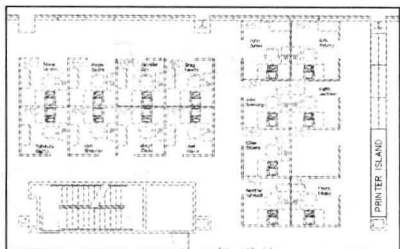

图 1.1.1 使用 AutoCAD 绘制的二维图形
(1) 绘制二维图形。二维图形由点、线、圆、弧等基本二维图形组成,在 AutoCAD 的“绘图”菜单中提供了绘制各种基本二维图形的工具,利用这些工具可以绘制直线、构造线、多段线、圆、矩形、多边形、椭圆等基本图形,也可以将绘制的图形转换成面域,然后利用“修改”工具对这些绘制的图形进行移动、旋转、缩放、修剪、倒角、圆角、镜像、阵列等操作,从而绘制出各种各样的二维图形,如图 1.1.1 所示为使用 AutoCAD 绘制的二维图形。
(2) 绘制三维图形。绘制三维图形是 AutoCAD 的另一个重要应用,用户可以将一些平面图形通过拉伸、扫掠、放样、设置标高和厚度转换为三维图形,还可以选择  菜单的子命令绘制多段体、长方体、圆柱体、球体、楔体、圆锥体、圆环体、棱锥面、平面曲面和网格等基本三维图形,然后利用“修改”工具对绘制的实体对象进行编辑,从而创建出各种各样的三维图